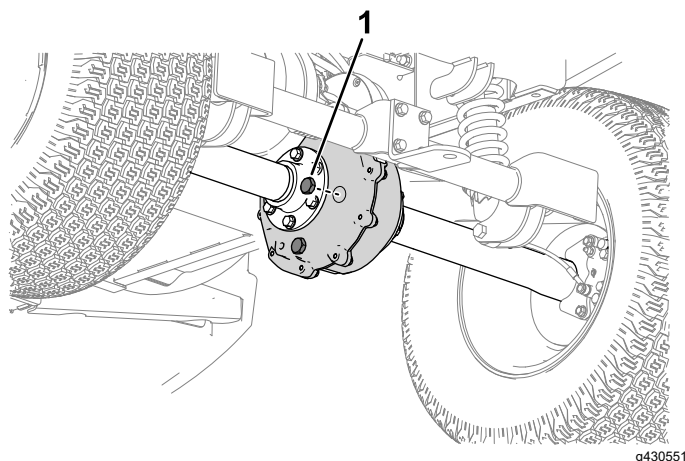

Figure 46
1. Enlevez le bouchon de remplissage de la boîte-pont (Figure 46).
2. Si le niveau de liquide est trop bas, retirez le bouchon de remplissage et ajoutez le liquide spécifié indiqué sous [Vidange du liquide de la boîte-pont \(page 40\)] jusqu'à ce qu'il ressorte par l'orifice (Figure 46).